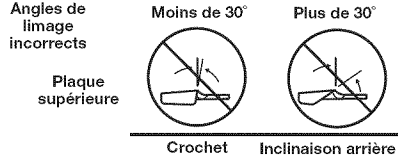
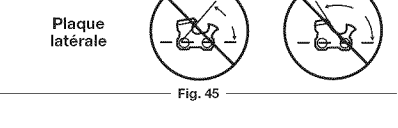

Fig. 46
Fig. 47
- Utilisez une lime plate et une rainureuse pour diminuer l'épaisseur uniformément (Fig. 46). Utilisez une rainureuse de 1/32 pouce (0,6 mm). Après avoir abaissé chaque profondeur de jauge, rétablissez la forme d'origine en arrondissant l'avant (Fig. 47). Faites attention de ne pas endommager les mailles-adjacentes avec le bord de la lime.